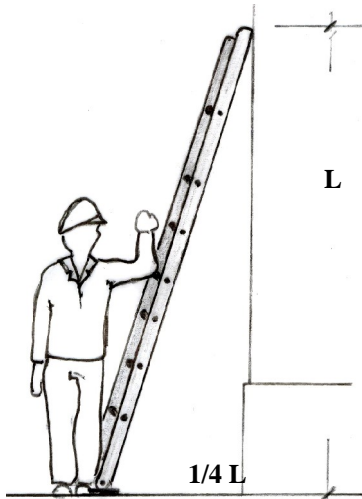

Fig.20
- nel posizionamento della scala dare un adeguato piede in relazione alla lunghezza della scala, alla natura del terreno, ed alle varie circostanze del lavoro (**Fig 20**) ;